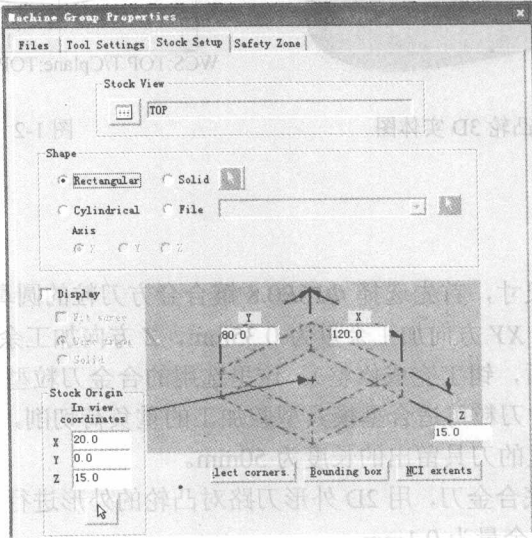

图 1-4 加工组属性对话框
- (1) 在操作管理器中的 **Properties - Generic Mill** 属性下单击 Stock setup (毛坯设置) 图标，弹出 **Machine Group Properties**(加工组属性)对话框，如图 1-4 所示。
- (2) 根据图形的尺寸和坐标原点的尺寸，选择合适的数值，单击 按钮。